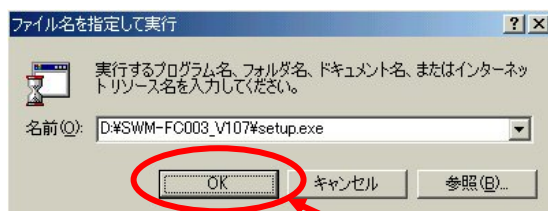

図1.2-5
- (5) [ OK ]ボタンをクリックしてください。(図1.2-5)